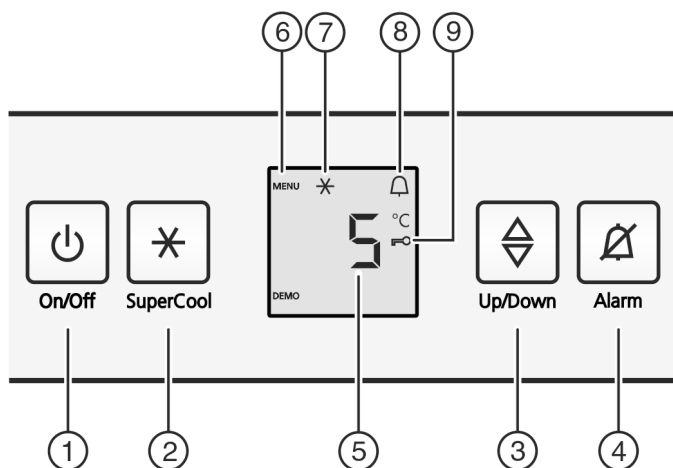

Fig. 2
- ▶ Stlačte tlačidlo On/Off Fig. 2 (1).
- ▶ Tlačidlo SuperCool Fig. 2 (2) stlačte na cca 5 sekúnd.
- ▷ Na indikátore sa zobrazí symbol Menu Fig. 2 (6).
- ▶ Tlačidlom SuperCool Fig. 2 (2) krátko potvrdte.
- ▷ Na indikátore svieti symbol detskej poistky Fig. 2 (9).
- ▶ Krátko stlačte tlačidlo On/Off Fig. 2 (1).
- ▶ Stlačte tlačidlo Alarm Fig. 2 (4).
▶ Vyvolanie funkcie teploty: Stlačte nastavovacie tlačidlo Fig. 2 (3).
▶ Zmena teploty v krokoch po 1 °C: Nastavovacie tlačidlo Fig. 2 (3) stláčajte tak často, kým sa na indikátore teploty rozsvieti požadovaná teplota.
- ▶ Tlačidlo SuperCool Fig. 2 (2) krátko stlačte.
- ▷ Symbol SuperCool Fig. 2 (7) svieti na indikátore.